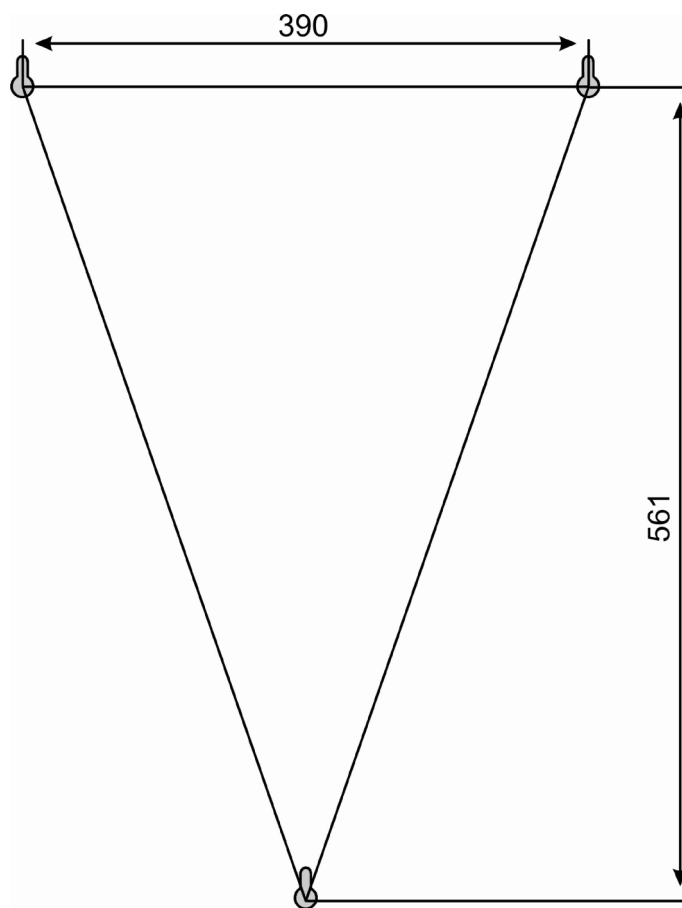

Рисунок 2
8.1 В соответствии с рис. 2 разметьте расположение отверстий крепления ОУИРО. Подготовьте отверстия \varnothing 10 мм для установки дюбелей (входят в комплект поставки). Установите дюбеля и закрутите болты крепления таким образом, чтобы была возможность закрепить на них ОУИРО без риска падения. После установки ОУИРО затяните болты крепления для надежной фиксации.